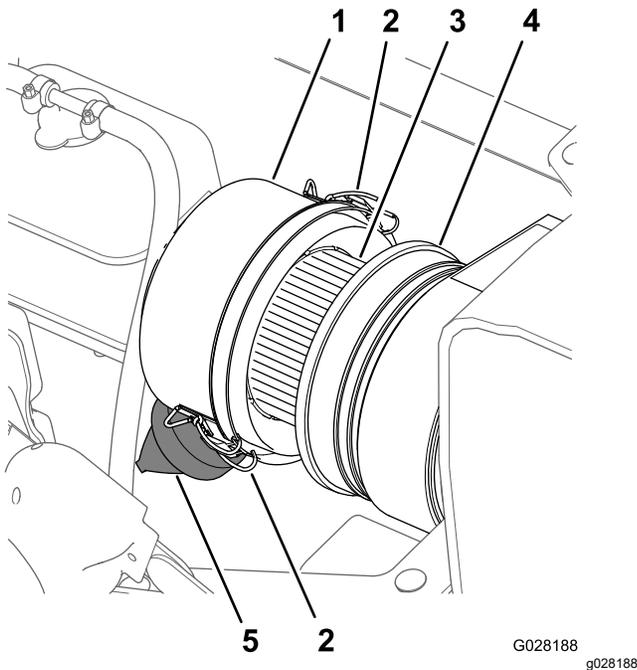
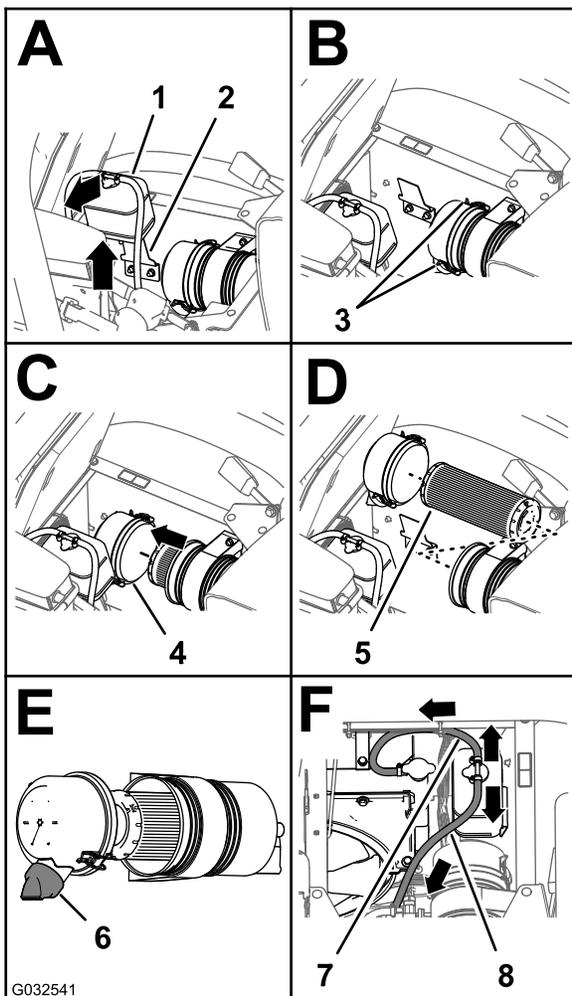

Figura 73
Figura 74
3. Limpie el tapón guardapolvo y el cuerpo del limpiador de aire (Figura 73).
5. Apriete la válvula de polvo para limpiarla de suciedad, polvo y residuos (Figura 73).
7. Compruebe si el elemento del filtro de aire tiene una acumulación excesiva de suciedad, polvo y residuos (Figura 73).
8. Instale el tapón guardapolvo en el cuerpo del limpiador de aire, y sujete el tapón con los 2 enganches (Figura 73).
2. Limpie el tapón guardapolvo y el cuerpo del limpiador de aire (Figura 73).
3. Levante el depósito de expansión del refrigerante y retírelo del soporte del depósito (Figura 74).
4. Inspeccione la carcasa del limpiador de aire en busca de daños que pudieran causar una fuga de aire (Figura 73).
4. Abra los dos enganches que sujetan el tapón guardapolvo a la carcasa del limpiador de aire (Figura 74).
6. Limpie el interior del tapón guardapolvo, la carcasa del limpiador de aire y la válvula de polvo con un trapo húmedo (Figura 73 y Figura 74).
7. Instale el elemento del filtro de aire en la carcasa del limpiador de aire (Figura 74).
8. Instale la tapa sobre el cuerpo del limpiador de aire y sujétela con los 2 enganches (Figura 74).
**Nota:** Asegúrese de que la válvula de polvo está alineada a una posición entre las 5 y las 7, vista desde el extremo (Figura 74).
9. Alinee el depósito de expansión del refrigerante con el soporte del depósito y coloque el depósito firmemente (Figura 74).
**Importante:** Asegúrese de que la manguera de alivio de presión está enrutada hacia delante y hacia abajo, y que la manguera de ventilación está enrutada hacia atrás, como se muestra en la Figura 74.